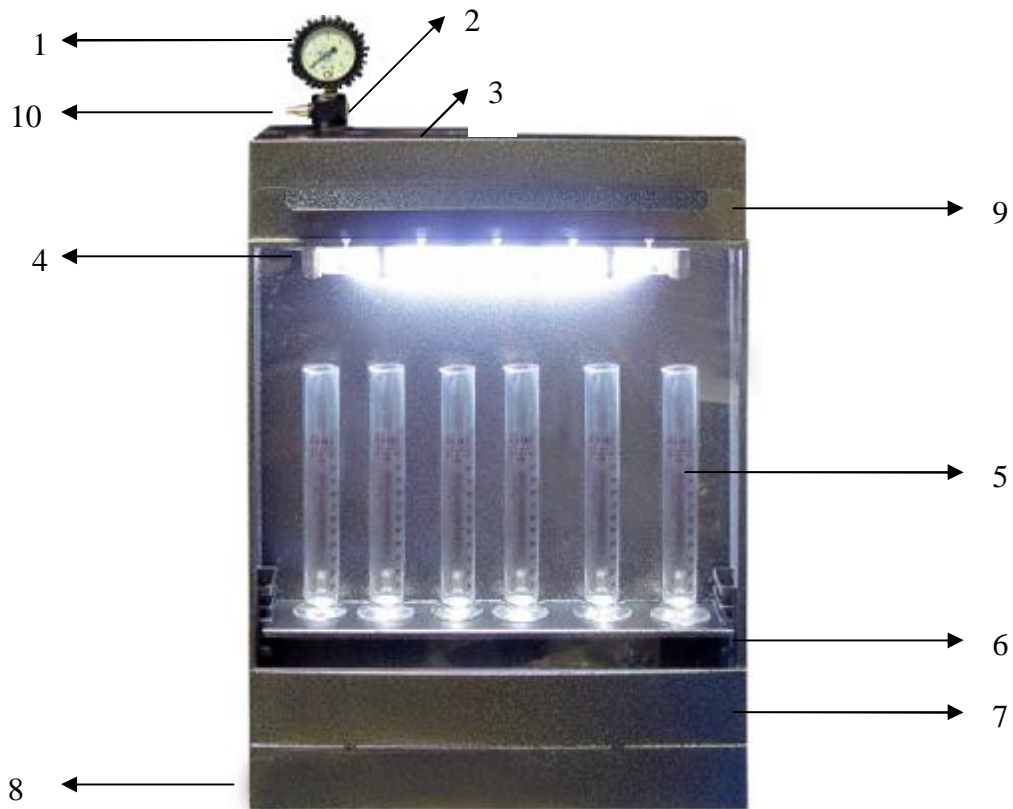

Рис.1
9.1. Выполнить п.5. Залить тестирующую жидкость (примерно 1,5 литра) через заливную горловину (рис.1, п.3.).
9.5. Разместите мерные колбы под каждой из форсунок, на специальной полке, входящей в комплект. (рис.1. п.6).
- 9.6. Подайте сжатый воздух на входной штуцер (рис.1. п.10), предварительно убедившись в работоспособности Вашего компрессора.
- 9.8. С помощью редуктора, ориентируясь на показания манометра (рис.1 п.1.) создайте давление в системе в соответствии с типом форсунок, которые Вы будете тестировать. Контролируйте создаваемое Вами давление в системе. Для создания и контроля давления пользуйтесь таблицей п.13.
- 9.12. Для проведения повторного тестирования слейте тестирующую жидкость из мерных колб в емкость, находящуюся под полкой с мерными колбами (рис.1, п.7). Если данная емкость близка к переполнению – нужно слить ее содержимое с помощью специального шланга, входящего в комплект, а также крана (рис.1 п.8) в предварительно подготовленную тару.